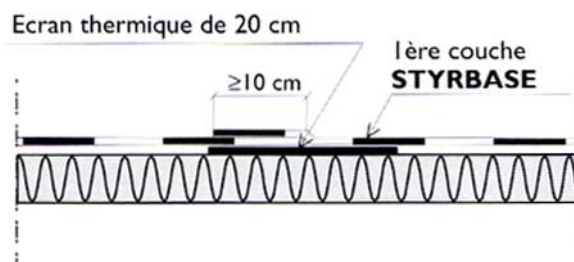

Figure 1a – Recouvrements transversaux avec écran thermique
- STYRBASE STICK est déroulée à sec directement sur le support, sans écran d'indépendance, joints longitudinaux autocollés sur 6 cm, puis maroufflés, joints transversaux à recouvrements soudés sur 10 cm (cf. DTA « ELASTOPHENE FLAM – SOPRALENE FLAM »), selon deux types particuliers de mise en œuvre (cf. figures 1a et 1b). Par temps froid, l'adhérence des joints longitudinaux est réactivée par soudure à l'avancement de la deuxième couche SOPRALENE FLAM JARDIN.